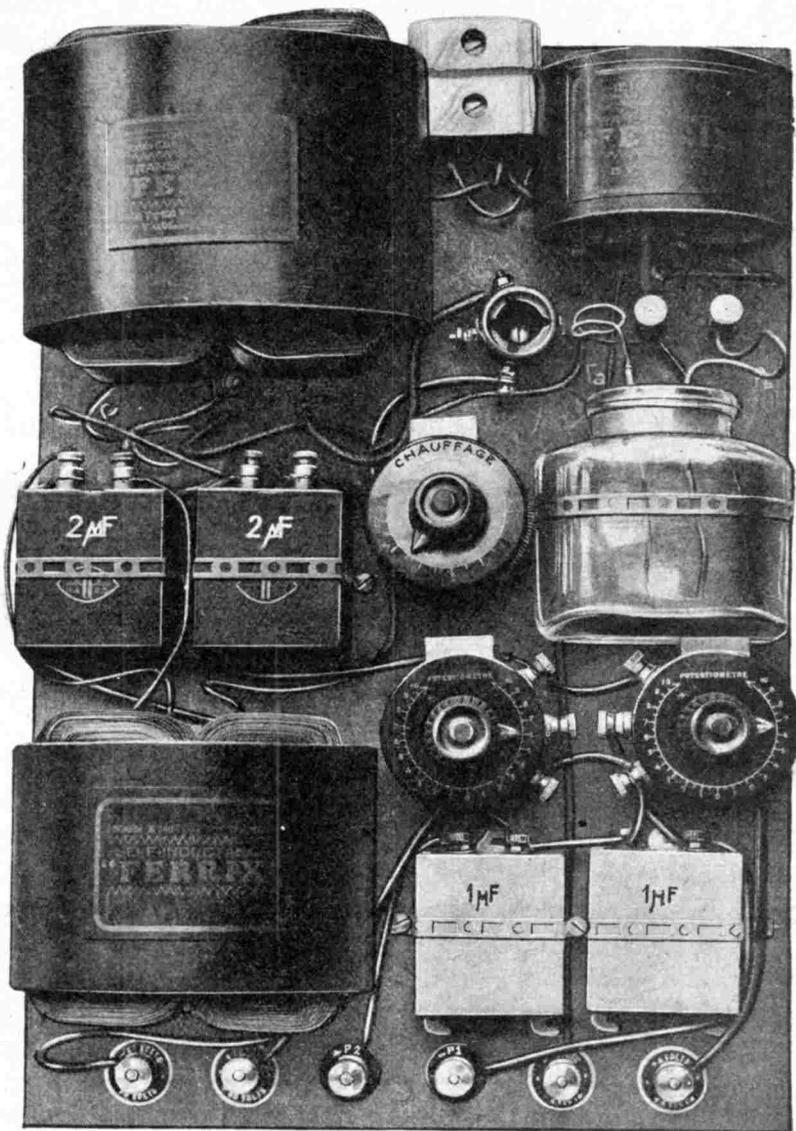

Fig. 2. — Vue d'ensemble du tableau d'alimentation.
On sait que lorsque un courant I (fig. 2) passe à travers une résistance R , il se produit une chute de potentiel. Autrement dit, si l'on explore successivement les différents points de la résistance allant dans le sens du courant électronique (1), on trouve que leur potentiel décroît. Ainsi si nous désignons arbitrairement un point quelconque de la résistance R comme point O (c'est-à-dire ayant un potentiel nul), les points suivants (toujours dans le sens du courant) auront un potentiel négatif par rapport au point O . Ainsi nous trouverons successivement les points « - 1 volt », « - 2 volts », etc...